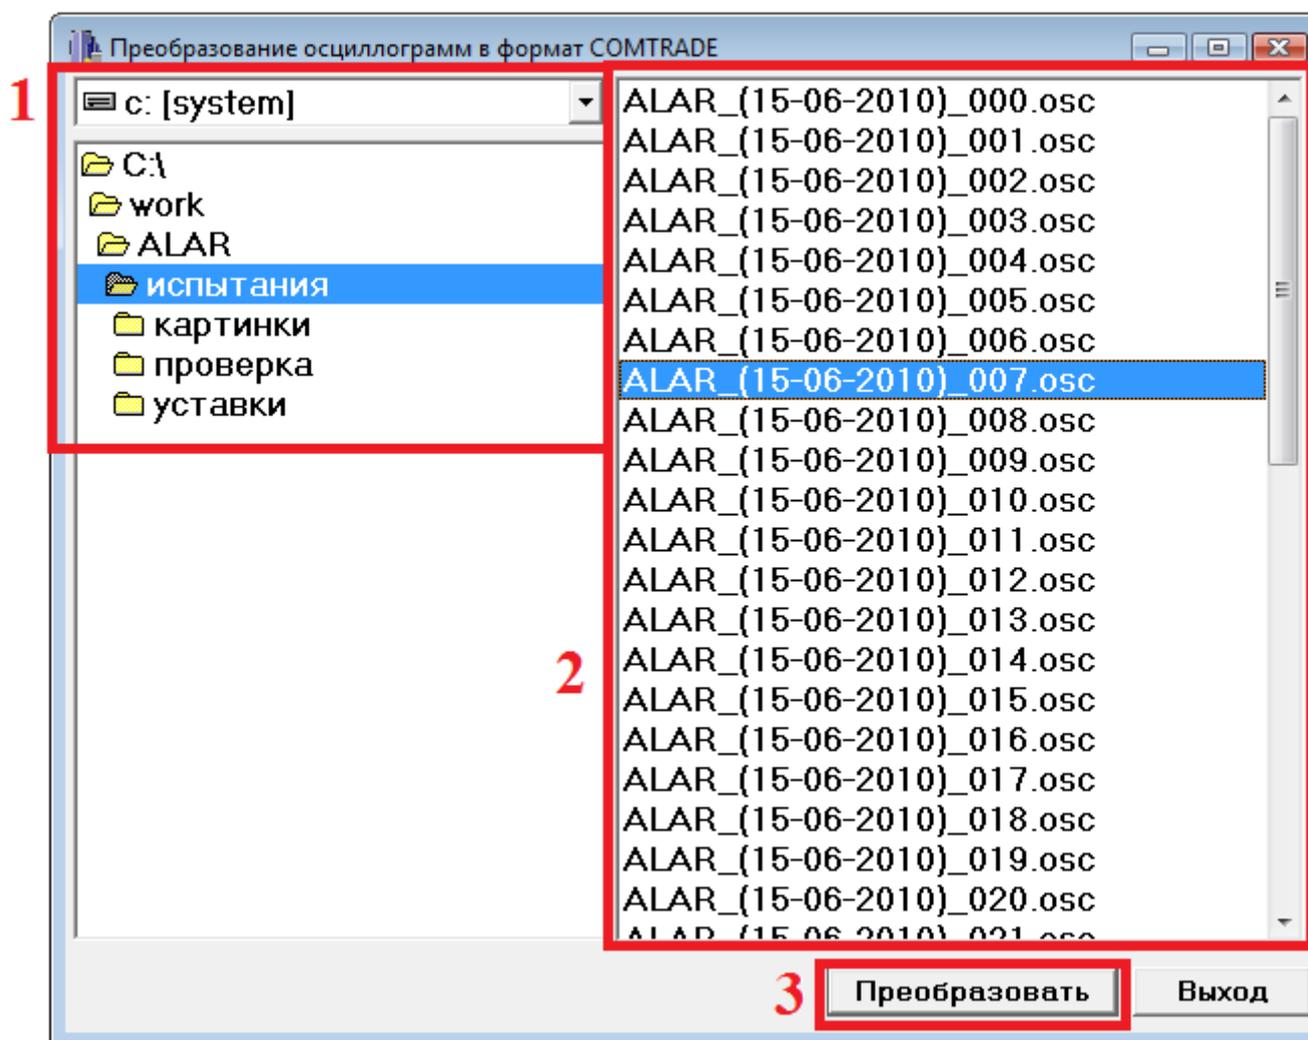

Рис. 7.7. Главное окно программы *Osc20ToCOMTRADE*
- 3) В нижней части экрана нажать клавишу «Преобразовать» (область 3, рис. 7.7);